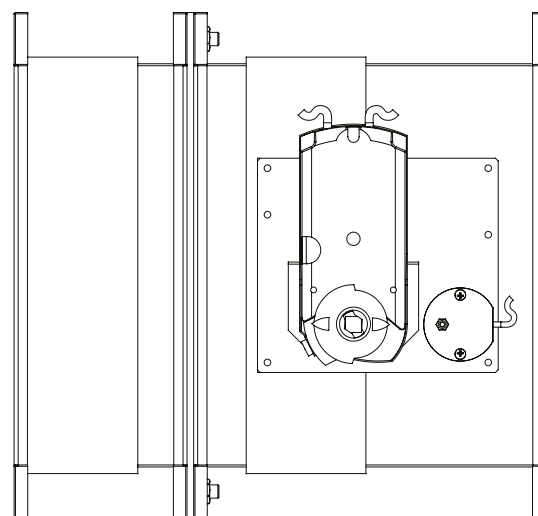

FIG. 9 Pala chiusa
- 2 - Attendere che il servomotore porti la pala in chiusura (come in FIG. 9);